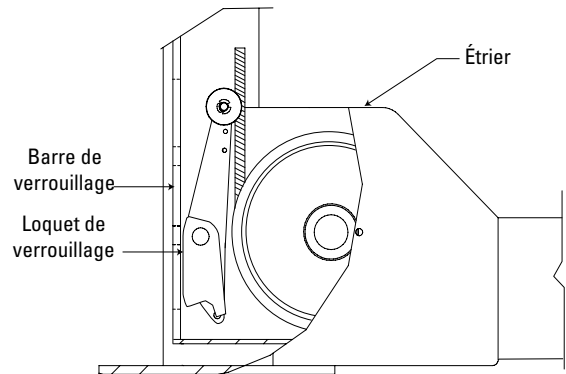

Fig. 24
- K. Actionner la vanne d'air et vérifier le fonctionnement de verrouillage aux quatre coins. Les loquets de verrouillage doivent être tirés au-delà de l'extrémité de l'étrier pour dégager les barres de verrouillage situées dans les quatre colonnes, Fig. 24.